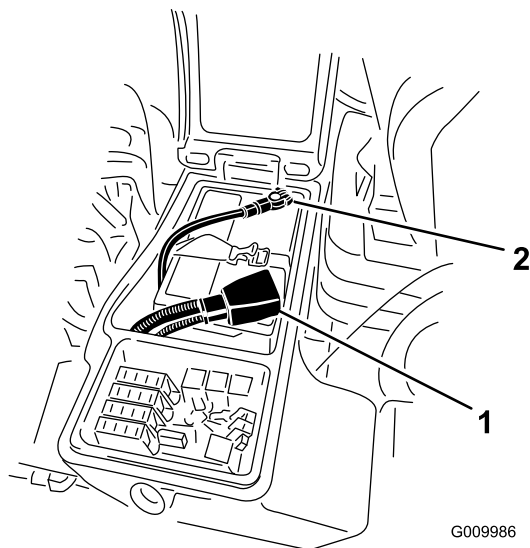

図 66
4. 赤いケーブルをバッテリーの端子に、黒いケーブルはバッテリーの端子に固定する。図 66 ケーブルはキャップスクリューとナットで各電極に確実に固定すること。プラス端子が電極に十分にはまり込んでいること、ケーブルの配線に無理がないことを確認する。ケーブルとバッテリーカバーを接触させないこと。ショート防止のために端子にゴムキャップをかぶせる。